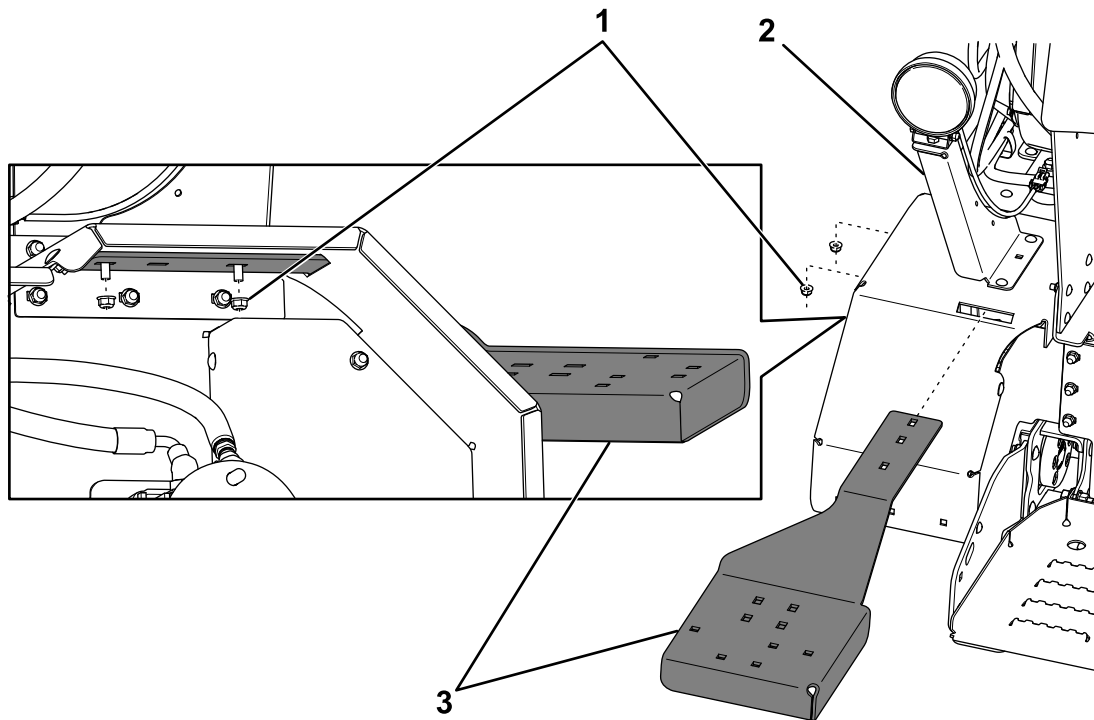

Figure 2
4. Retirez les écrous qui fixent le support de feu arrière à la (Figure 2).
5. Insérez le support gauche du seau dans la fente sur l'aile et fixez-le à la machine avec les fixations du support de feu arrière (Figure 2).